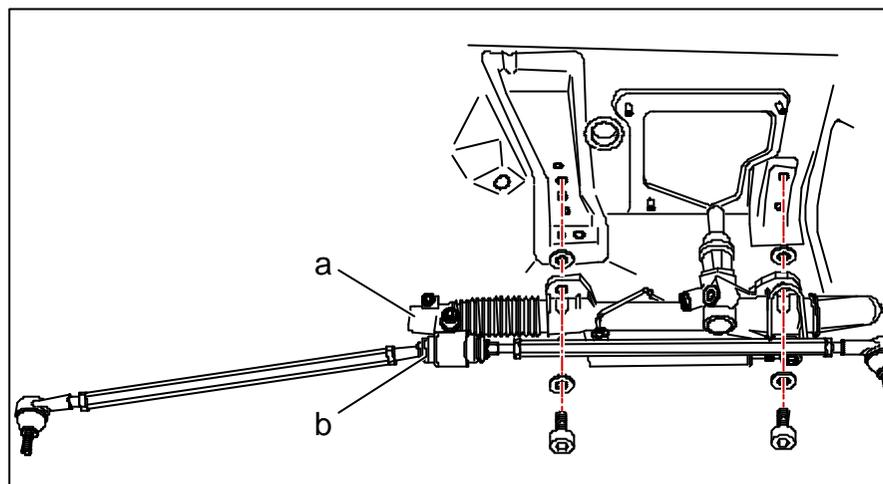

Fig. 1
- **Ce montage est obligatoire en remplacement de la chape de direction d'origine en fonte (Rep. a, Fig. 1).**
- À la chape fonte prise sur le barreau de direction (Rep. a, Fig. 1),
- Á la rotule double (Rep. b, Fig. 1).